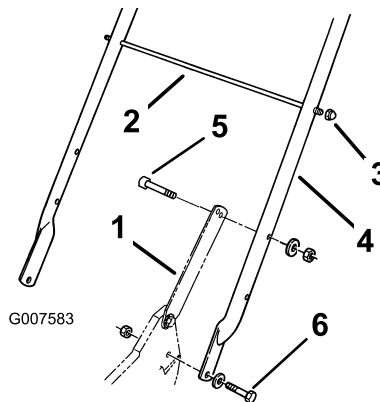

Bild 3
Sicherungsmuttern (5/16 Zoll) außen am Rasenmähergehäuse (im unteren Loch) (Bild 3).
2. Befestigen Sie die Griffriegel mit 2 Schrauben (5/16 x 1-1/2 Zoll), Scheiben und Sicherungsmuttern (5/16 Zoll) am Griff (Bild 3).
3. Schieben Sie die Korbstützstange durch das zweite der oberen Befestigungslöcher im Griff und befestigen Sie jede Seite mit einer Sicherungsmutter (Bild 3).